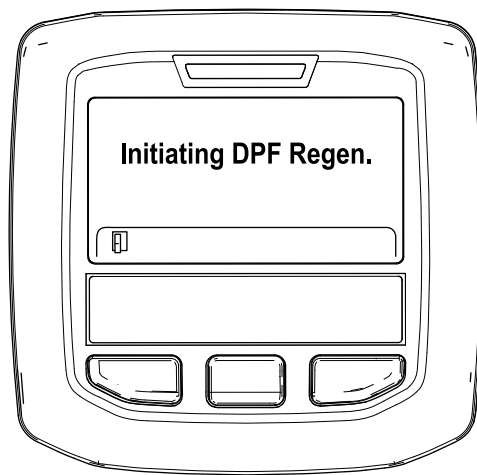

Figura 49
- A. Surge a mensagem "Initiating DPF Regen. (A iniciar Regen. DPF.)" (**Figura 49**).